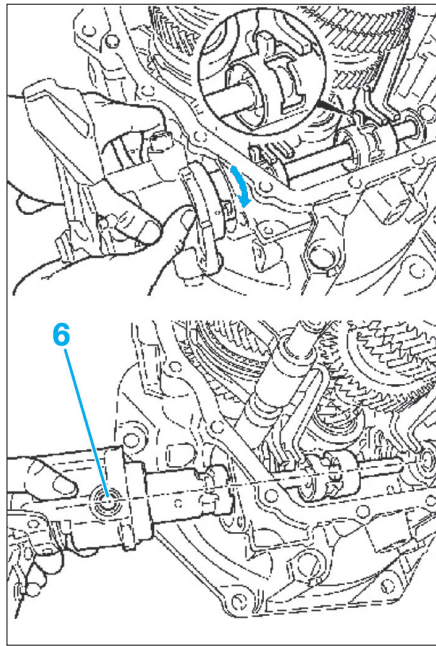

Fig. 13
- Tourner le boîtier de commande des vitesses (4) dans le sens horaire d'environ 90° (Fig.13).